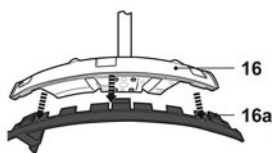

Fig. 5
- > En mode débroussailluse, détacher le rebord [16a] de la protection [16], en dévissant la vis [16b] et en appuyant sur les trois pattes à l'aide de l'outil (Fig. 5).